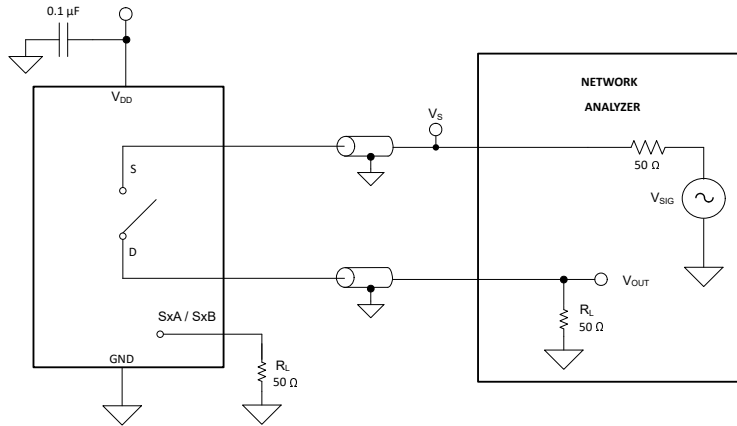

図 6-7. オフ絶縁測定時の設定
オフ絶縁は、オフチャンネルのソース ピン (Sx) に信号が印加された場合に、そのデバイスのドレイン ピン (D) に現れる信号の比率として定義されます。図 6-7 に、オフ絶縁の測定を行う際の設定と、オフ絶縁の計算に使用する式を示します。